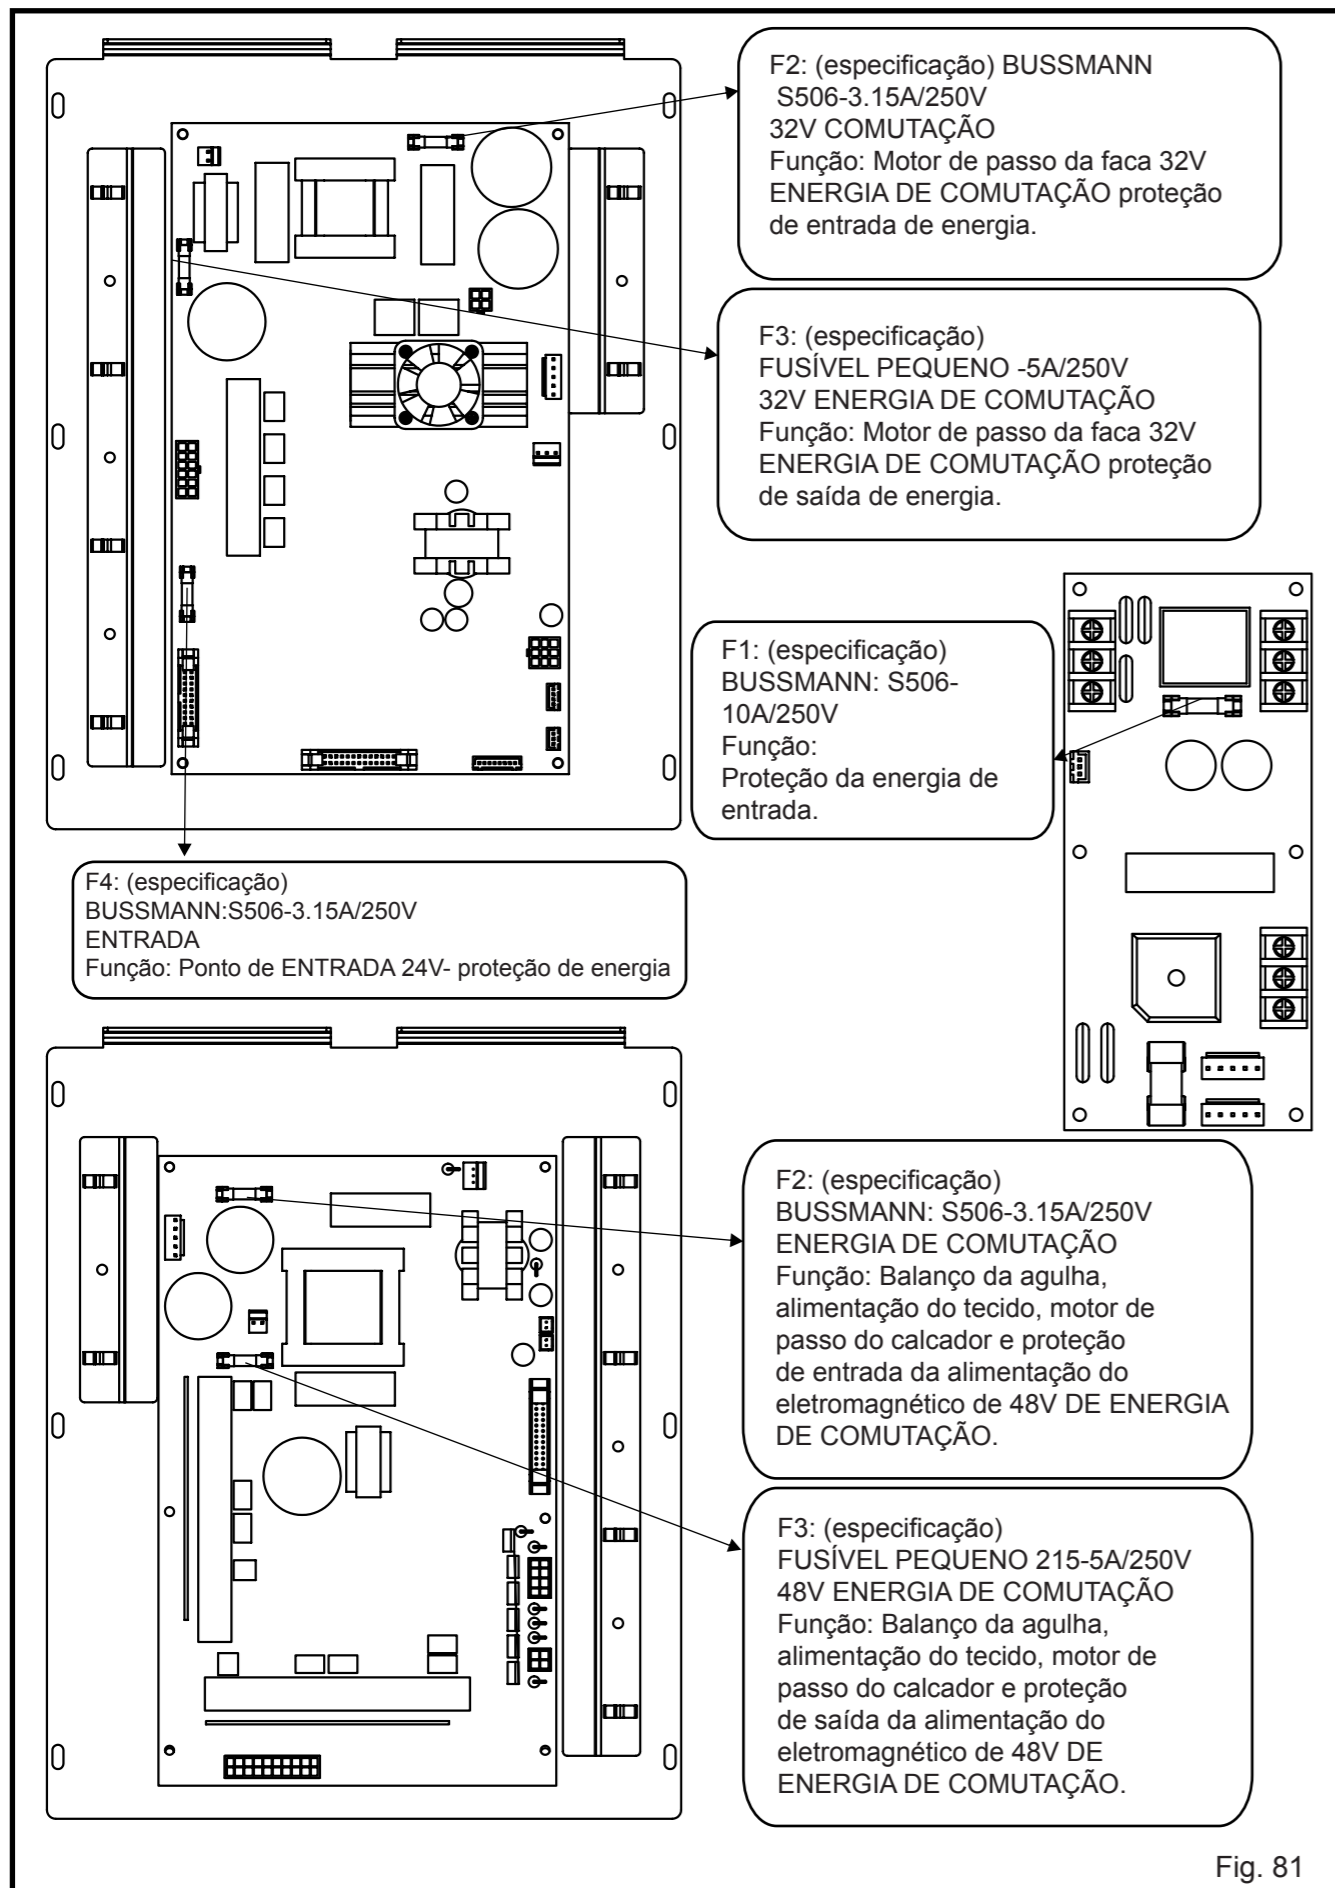

Fig. 81
- (1) Remova a proteção da ventoinha 1 conforme mostrado pelas setas.
- (2) Limpe e lave a proteção da ventoinha 1 com água corrente.
- (3) Monte o protetor da ventoinha 1 novamente em sua posição original.
4. Fusíveis (Fig. 81)